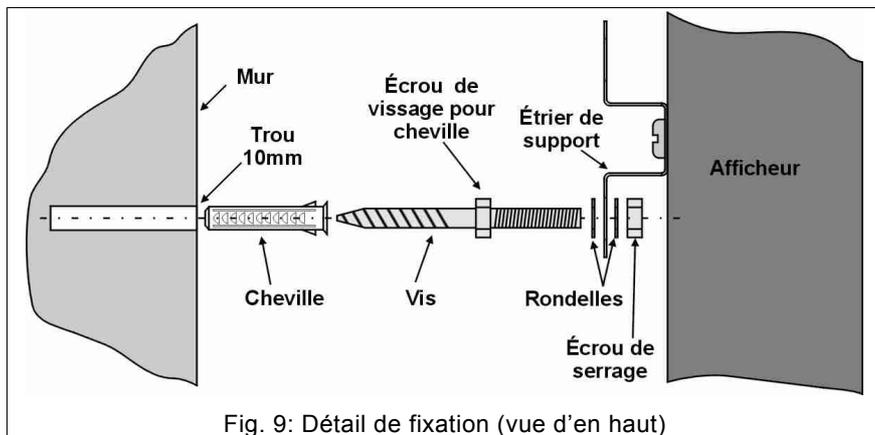

Fig. 9: Détail de fixation (vue d'en haut)
- Introduisez la cheville dans chacun des trous et vissez la vis en agissant sur l'écrou au moyen d'une clé de 13 mm (Fig. 9); ensuite, introduisez la rondelle.